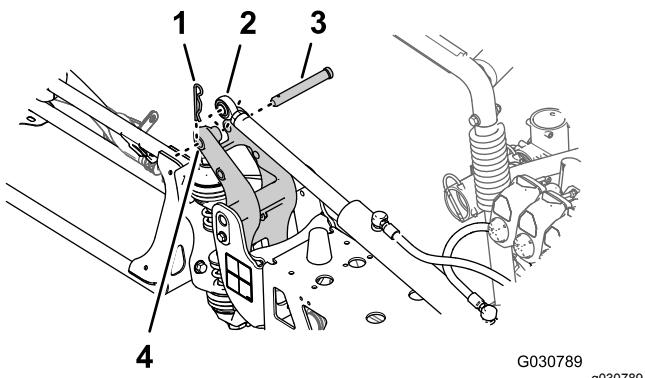

图124
6. 将提升油缸的杆头对准枢轴接头角内的 25mm 孔 图 124。
7. 使用在 拆卸提升油缸 \(页码 19\)的步骤 2 中卸下的柱销和发卡销图124将提升油缸固定到枢轴接头上。